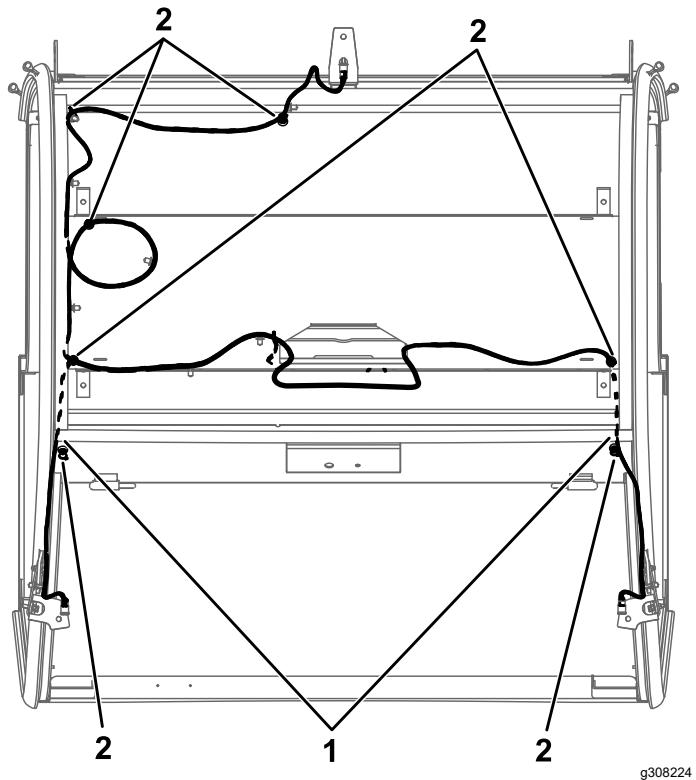

Figura 11
1. Instale a cablagem como se mostra na Figura 11.
Nota: Corte a esponja nos locais mostrados na Figura 11 para encaminhar a cablagem.
e utilizando 7 fitas magnéticas nos locais indicados em Figura 11.